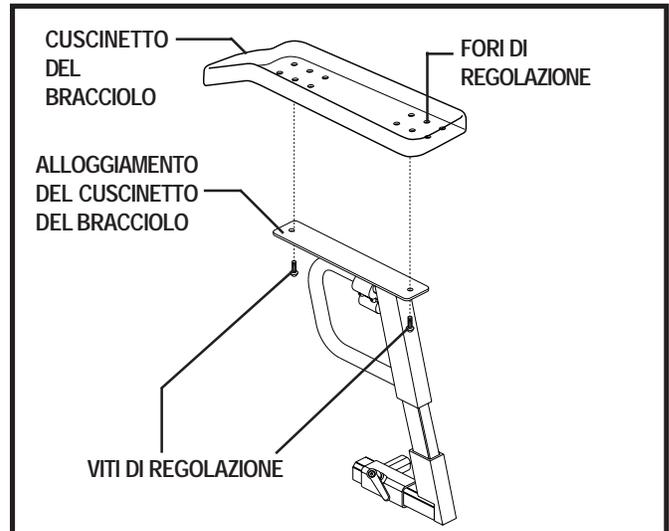

Figura 17. Regolazione della posizione del cuscinetto del bracciolo
1. Estrarre tutte le viti di regolazione dalla parte inferiore anteriore e posteriore del cuscinetto del bracciolo. Vedere figura 17.